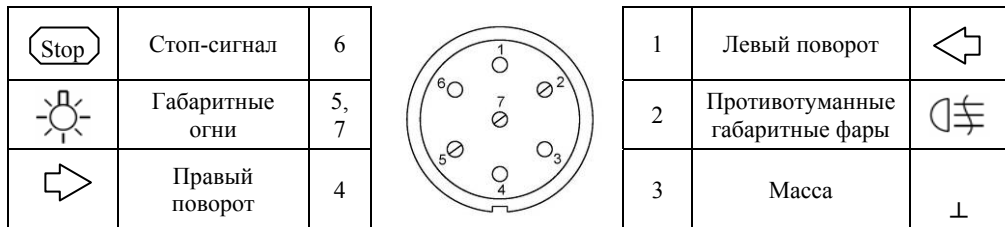

Рис.2. Схема подключения электрооборудования.
- В соответствии с рис.2 для выхода шара по оси симметрии бампера в нижней его части сделать вырез.
- подключить провода от клемм розетки к бортовой сети автомобиля в соответствии со схемой Рис.2 с помощью разветвителей проводов;